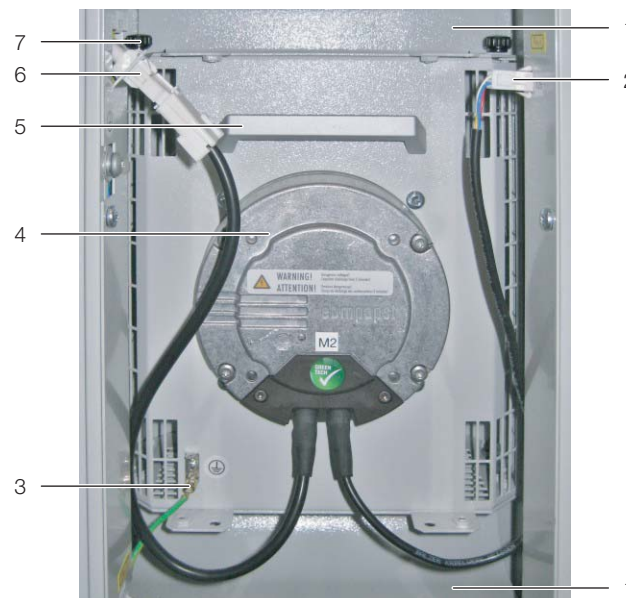

Рис. 19: Вентиляторный модуль в модульном отсеке
- Отсоедините слева и справа оба штекера подключения DC и AC вентилятора (рис. 19, поз. 2 и 6).
- Отсоедините заземление от вентилятора (рис. 19, поз. 3)
- Отвинтите сверху и снизу, слева и справа два фиксирующих винта (рис. 19, поз. 7) на пластинах крепления вентилятора.